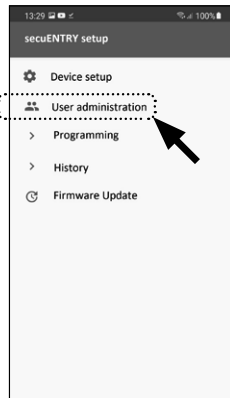

Abb. 84
- 3 Im Untermenü tippen Sie auf „*User administration*“ (Abb. 84).